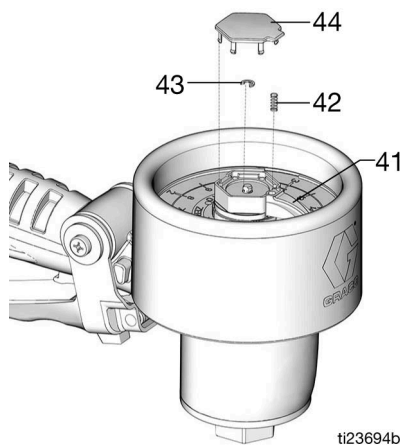

FIG. 25
6. Instale o pequeno anel retentor (43), o pino direcionador (41) e a mola do direcionador (42). Em seguida instale a tampa (44) (FIG. 25).